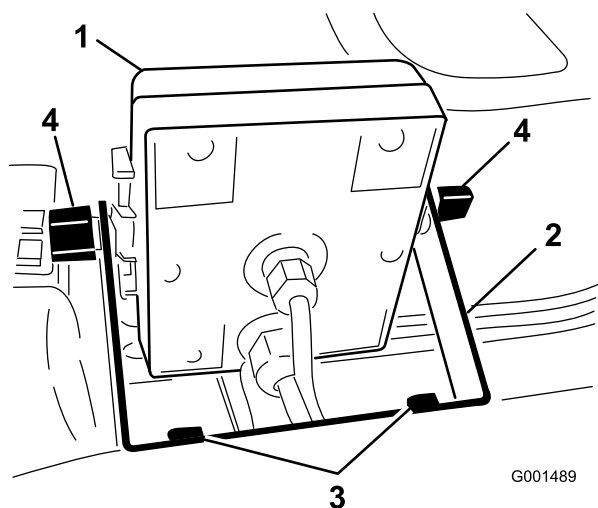

**Рисунок 6**
- Установите на кронштейн, не затягивая, два каретных болта, резиновые шайбы и ручки-фиксаторы, как показано на рисунках Рисунок 5 и Рисунок 6.